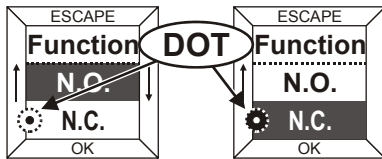

Abb. 14. Kennzeichnung der akt. Einstellung
**HINWEIS:** Die aktuelle Einstellung (z.B. "Ja", "Nein", "4...20 mA" usw.) ist an einem kleinen Punkt zu erkennen (siehe Abb. 14).